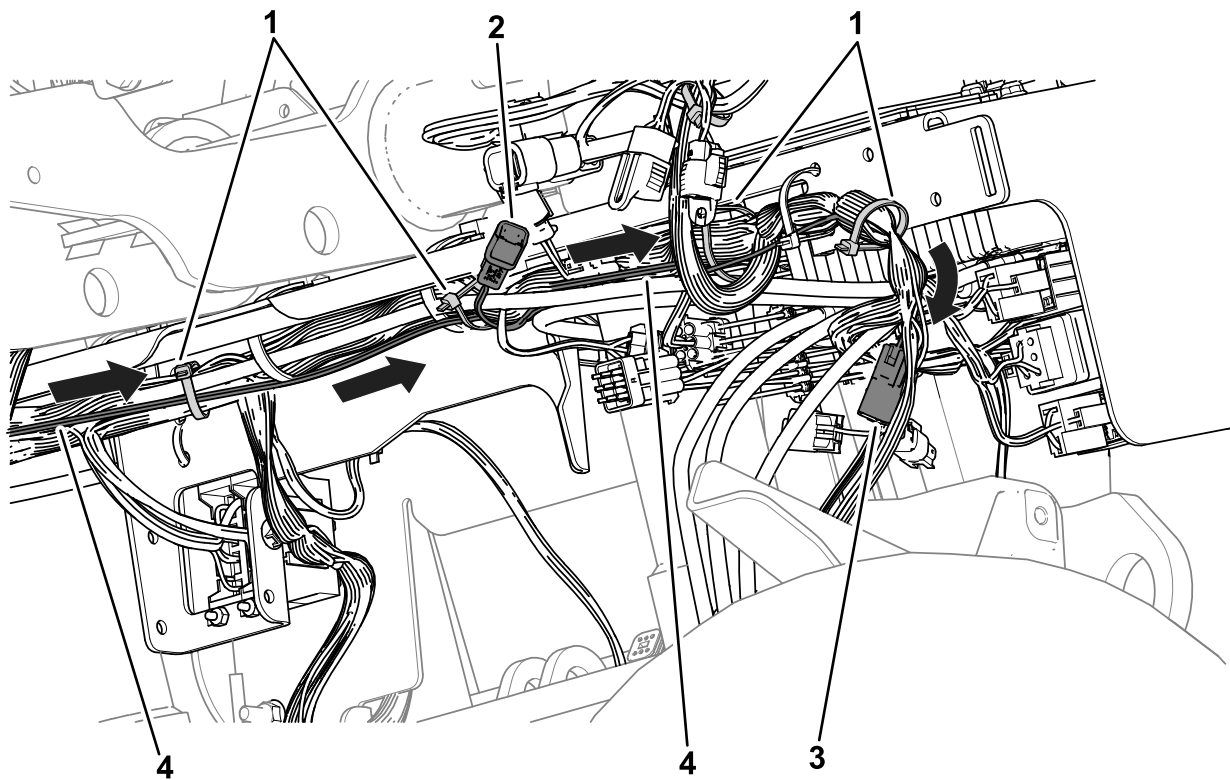

**Bild 29**
2. Verlegen Sie den BMS-Kabelbaum zu den Akkusätzen (Bild 29) und entlang des Maschinenkabelbaums unter der rechten Maschinenseite (Bild 30).